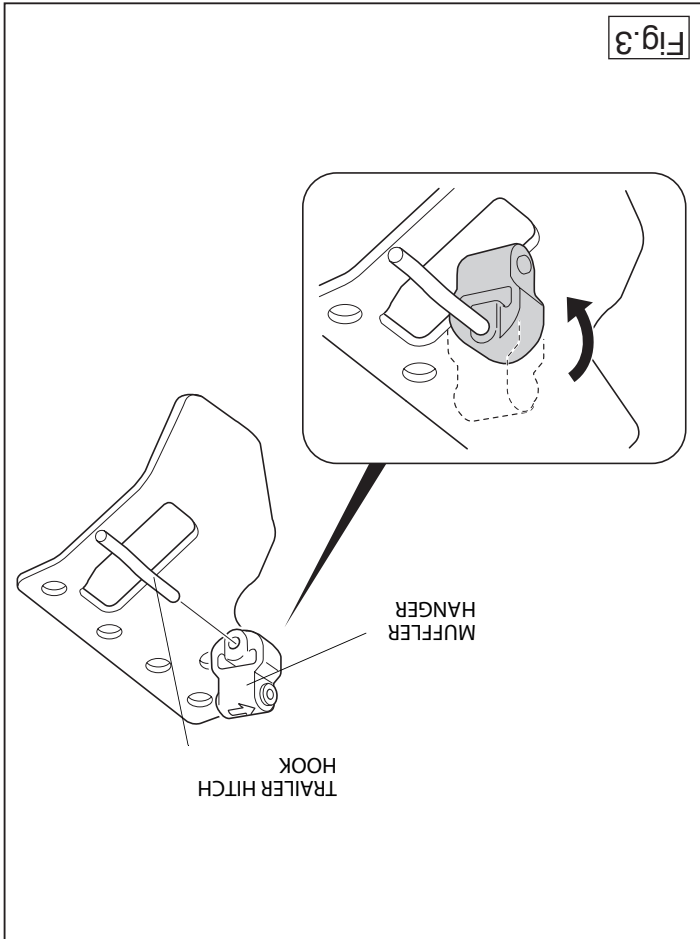

Fig.3
3. Take the exhaust rubber from the suspension bracket and slide it over the pin to which the tow bar is welded. See figure 3.
3. Faire glisser le caoutchouc du collier de suspension qui a été détaché par dessus la goupille soudée à l'attache-remorque. Voir la figure 3.
3. Den Auspuffgummiumi vom gelösten Aufhängungsbügel abnehmen und diesen über den an die Anhängervorrichtung geschweißten Stift schließen. Siehe Abbildung 3.
3. Tag udstødningsgummiet fra den løsnede ophængbøjle og skub den over stiften, som er svejset på anhængertrækket. Se fig. 3.